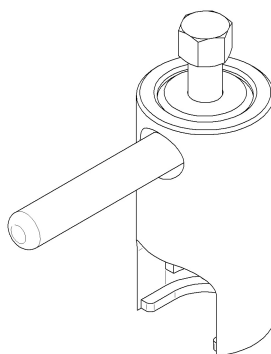

Рис. 6. Съемник для крыльчатки
- снять крыльчатку при помощи специального съемника (см. рис. 6);